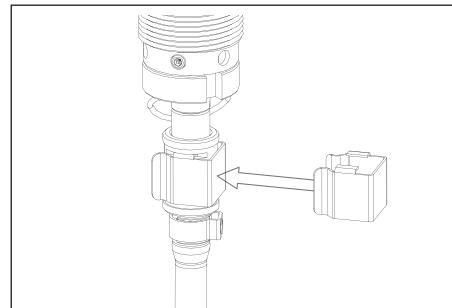

Fig. 8.3 Aanbrengen borgclip
- 7. Borg de koppeling met de bij de boiler meegeleverde metalen borgclip (zie fig. 8.3). **LET OP**, de clip moet netjes om het koppelingshuis klikken. Controleer of de verbinding goed is gemaakt door zachtjes aan de slang te trekken.